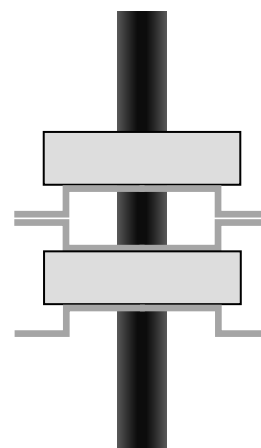
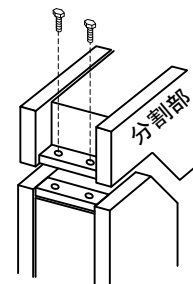

図 28. 重ね取付の例
図 29. 分割部締付ボルト
- (5) 弊社製の変成器や検出器を重ねて取り付けても影響ありません(図 28)。
- (6) 取付金具は装置本体から取り外さないで下さい。取付金具が接地側に接続された場合、取付方法によっては一次導体と取付金具との離隔がとれなくなり、大事故につながる恐れがあります。特殊な取付方法が必要になった場合や取付方法が工事途中で変更になった場合には、必ず弊社にご連絡下さい。
- (7) FD および HCT を分割するには、側面の 4 本の分割部締付ボルトを外し、分割部を取り外して下さい。なお分割部にはコネクタがありますので、取り外しや取付時には電線くずなどの異物が内部に入らない様に注意して下さい(図 29)。
- (8) FD および HCT の取付方向はどの方向に取り付けても問題ありませんが、構造は屋内用ですので屋外へは取り付けないでください。
- (9) FD および HCT を取り付けの場合は寸法図にて取付穴の個数と位置を確認し、取付穴に M10 ネジ (ボルト、ナット等) を使用して取り付けください。鉄製の M10 のボルト・ナットを使用する場合は 200kgf・cm のトルクで締め付けてください。